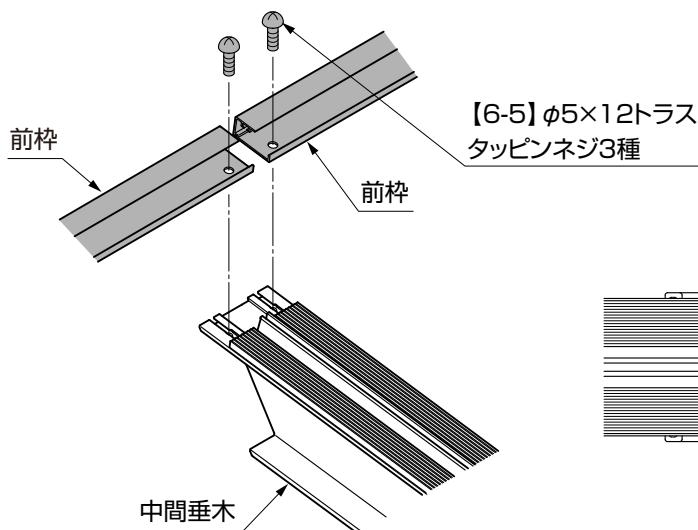

図5-5
①前枠と前枠の間にすき間がないように垂木に【6-5】で取付けてください。(図5-5参照)